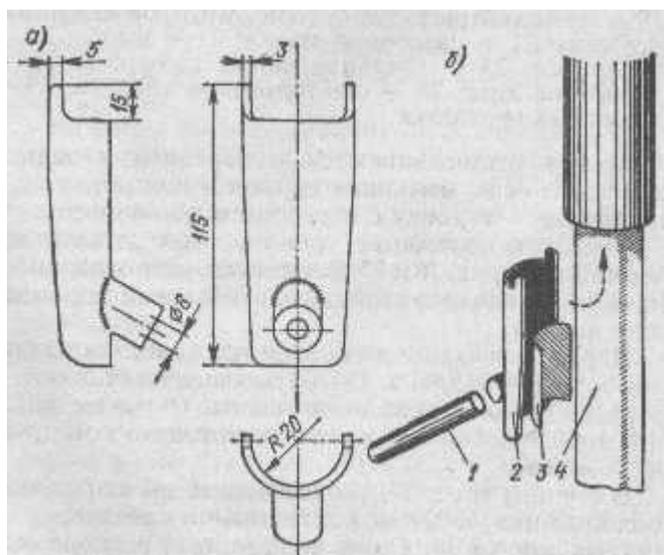

Рис. 75. Приспособление для затяжки гайки-сальника пера передней вилки без его разборки:
1. Слабая затяжка гайки на наконечнике. В этом случае гайку нужно затянуть при помощи ключа, изображенного на рис. 75. Затягивая гайку-сальник, следует помнить, что она навинчивается на подвижный наконечник. Затягивание гайки на подвижном наконечнике производится поворачиванием ее по ходу часовой стрелки, если смотреть на перо сверху, и наоборот, если смотреть на гайку снизу (под кожух пера).